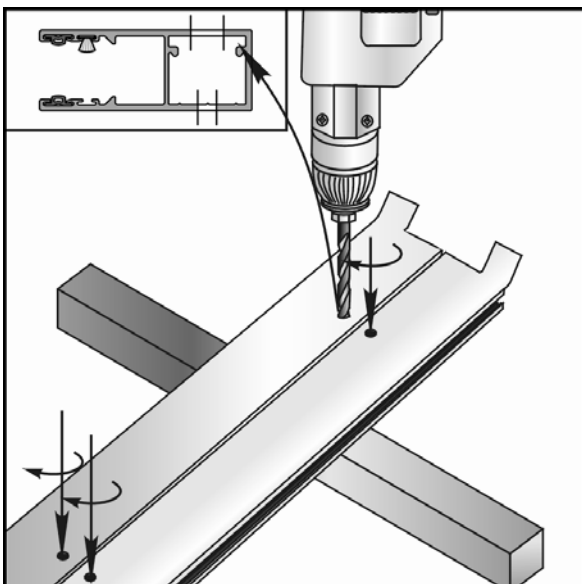
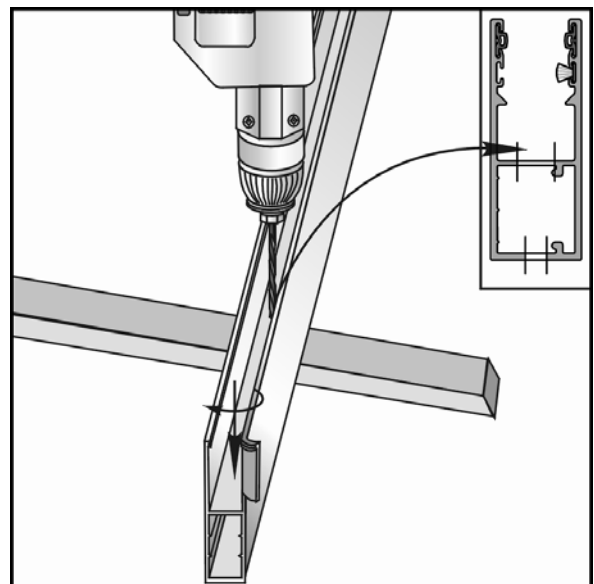

Abb. 2.5
Abb. 2.6
4. Bei der Montage vor der Öffnung sind in die Vorderfläche der Führungsschiene Löcher mit $\varnothing 11,8$ mm für Blindstopfen zu bohren (Abb. 2.5). Bei der Montage in der Öffnung ist in der inneren Wand der Schiene ein Loch mit $\varnothing 11,8$ mm zu bohren (Abb. 2.6).